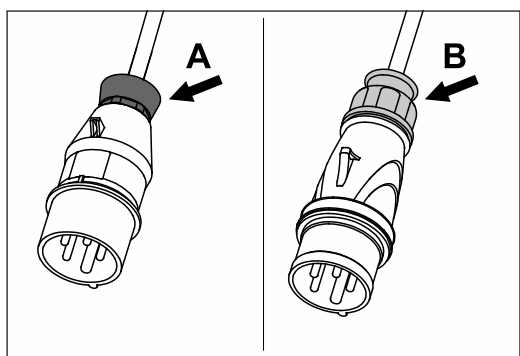

Abb. 22 Original-LÄGLER®-Stecker mit roter Überwurfmutter (A) oder gelber Überwurfmutter (B).
- 2 Original-LÄGLER®-Stecker mit **roter** Überwurfmutter am Kabelausgang (Abb. 22, A):
- Original-LÄGLER®-Stecker mit **gelber** Überwurfmutter am Kabelausgang (Abb. 22, B):